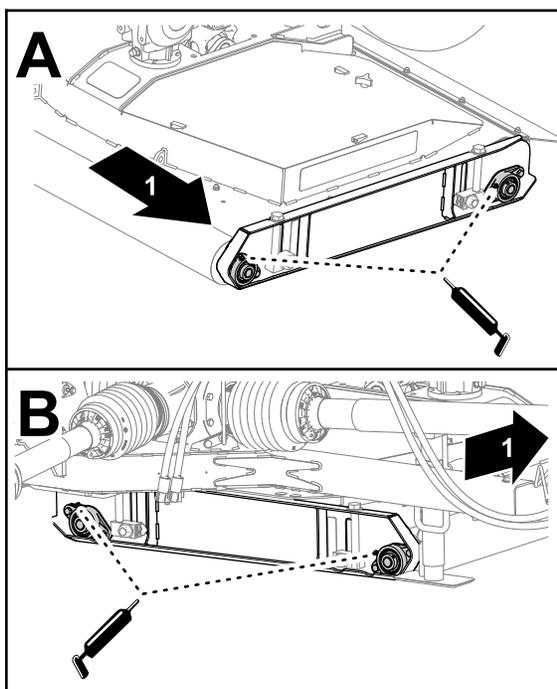

Рисунок 56
1. Введите консистентную смазку указанного типа в подшипники валиков дек на левой стороне деки (Рисунок 56).
2. Заправьте консистентной смазкой подшипники валиков деки на правой стороне деки (Рисунок 56).